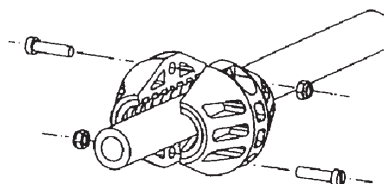

Fig. 7
2. Desserrez et retirez la butée d'arrêt du flexible (fig. 7).